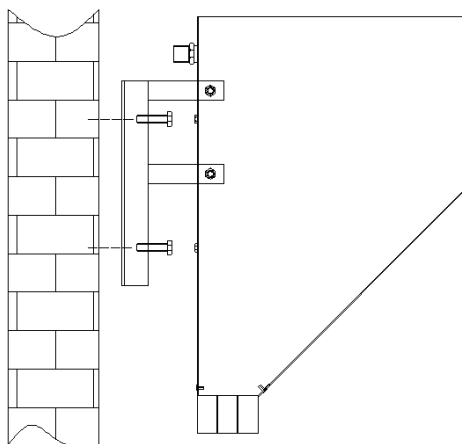

Рис. 3 - Крепление тепловых завес.
- 7.3. Воздушные тепловые завесы крепятся к стене горизонтально, при помощи кронштейнов, входящих в комплект поставки (рис.3).